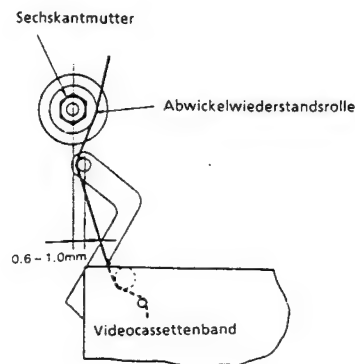

Abbildung 1-11.
- Überprüfung der Position (Abb. 1-11)